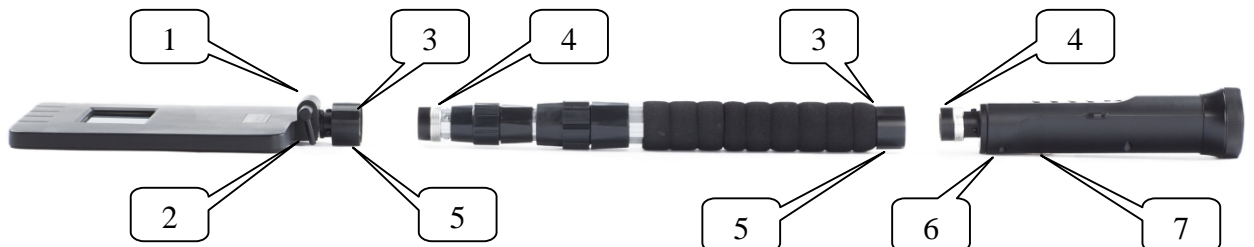

Рис. 4, где
4.4. Шарнирное соединение сменного антенного модуля с разъёмным соединением (рис. 4) предназначено для фиксации положения антенны, удобного для проведения досмотровых и поисковых работ.
4.5. Разъёмные соединения сменных антенных модулей с ручкой-пультом и съёмной телескопической штангой позволяют оператору легко превращать обнаружитель из досмотрового прибора в поисковый и обратно. На рис. 4 показана конструкция разъёмного сочленения элементов обнаружителя.
4.9. Головные телефоны (1-16) включаются в гнездо (7-4) пульта управления, расположение которого показано на рис.4.